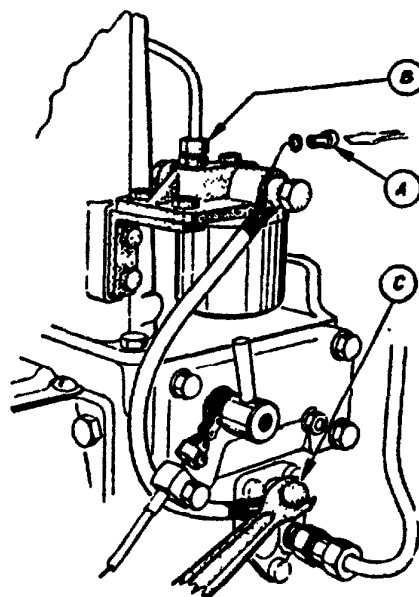

Fig. 2.
Utlufting (fig. 2)
1. Filteret og tankrøret utluftes ved å løse den lille vannrette lufteskruen (A) i filterlokket eller mutteren (B) for lekkoljerøret. Hold skruen åpen til oljen renner uten bobler. (Om nødvendig blås i tankspunsen.)
2. Sugelangen utluftes ved å løse hulskruen (C) for banjonippelen på brennoljepumpen 3 tørn (se fig. 2). Ryst i slangen og hold skruen åpen til oljen renner uten bobler. (*Trykkventilen på oljepumpen skal ikke løses.*) *Hulskruen trekkes slik til at sugelangen faller naturlig mot pumpen (fra aktersiden) uten å danne «lås».*